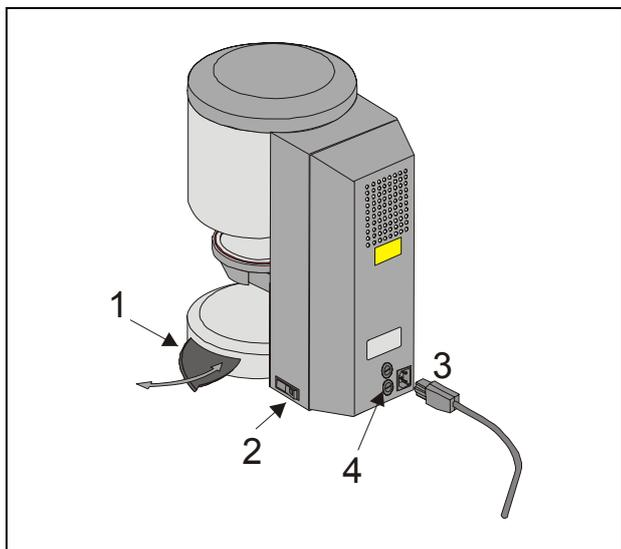

Fig. 1
- Collegare la pompa per vuoto (Fig. 1)
- Collegare il forno alla rete con il cavo in dotazione (Fig. 1) Utilizzare un cavo d'alimentazione per apparecchi termici tipo HO5RR-F 3G1, 0 mm2. Non usare prolunghette. In caso di sovraccarico sussiste il pericolo di incendio
Quando il forno non viene utilizzato, si raccomanda di far salire il lift nella camera di cottura e spegnere il forno con l'interruttore principale (vedi Fig. 1). La chiusura della camera di cottura protegge l'isolamento ed impedisce l'assorbimento di umidità.